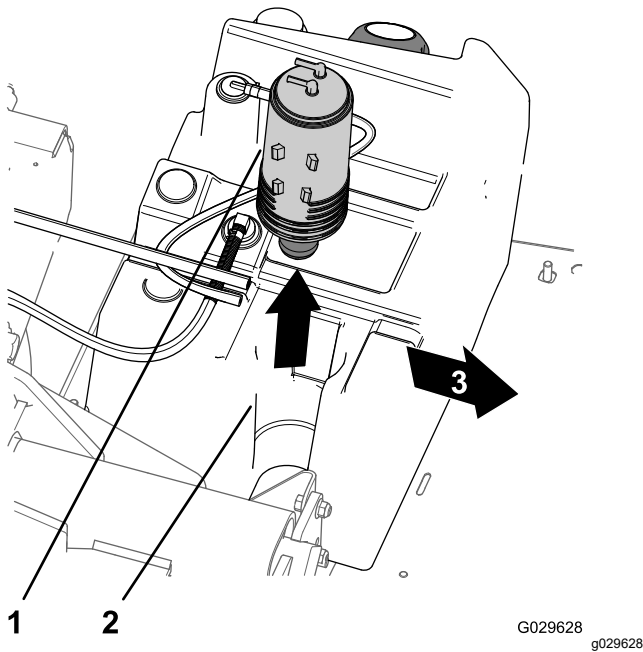

Bild 48
- Heben Sie den Aktivkohlefilter aus der Aktivkohlefilter-Befestigung im Kraftstofftank (Bild 48).
7. Setzen Sie den neuen Aktivkohlefilter in die Aktivkohlefilter-Befestigung des Kraftstofftanks; die Anschlussstücke „Purge“ und „Fuel Tank“ müssen nach hinten ausgerichtet sein (Bild 48).